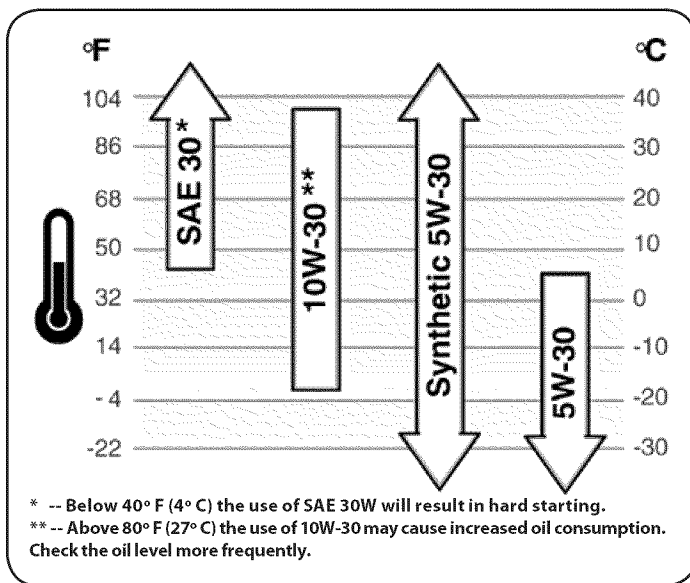

Figura 24
- Consulte la tabla de viscosidad (Figura 24) para las recomendaciones del petróleo. No llene en exceso. SAE 30 está recomendado para general, todo el uso de la temperatura. Use un 4 tiempos, o un detergente elevado equivalente, de primera calidad el aceite de motor certificado para cumplir o exceder los requisitos de EE.UU. fabricante de automóviles para el servicio de clasificación SF, SG, SH, SJ o superior. Los aceites de motor clasificado SF, SG, SH, SJ se mostrará esta denominación en el envase.